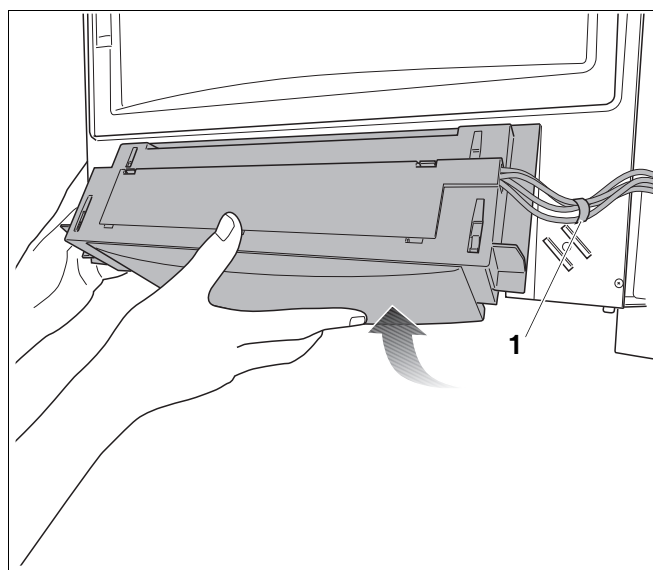

Fig. 101 Bedieningspaneel verwijderen
- Neem het bedieningspaneel BC10 uit de deur (→ fig. 101).